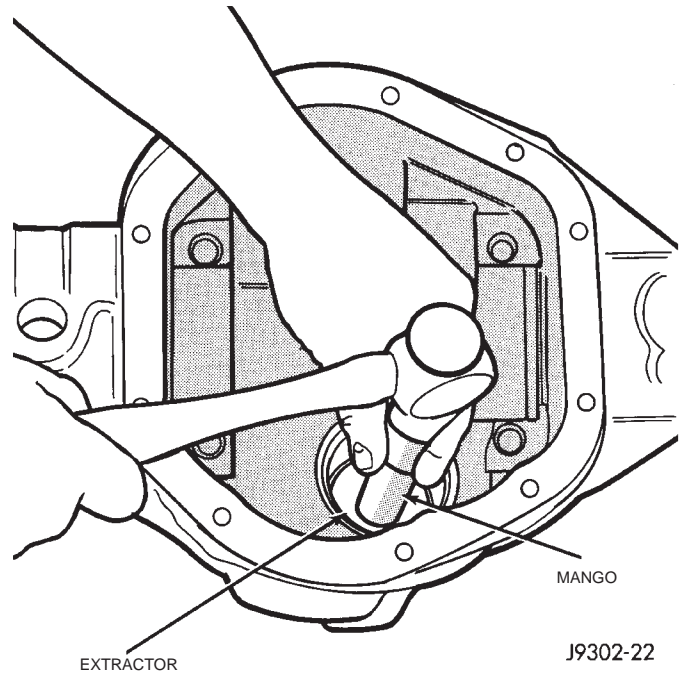

Fig. 37 Desmontaje de la cubeta del cojinete delantero
(7) Retire la cubeta del cojinete del piñón delantero, el cojinete, el deflector de aceite, si está equipado, y la junta del piñón con el extractor C-4345 y el mango C-4171 (Fig. 37).